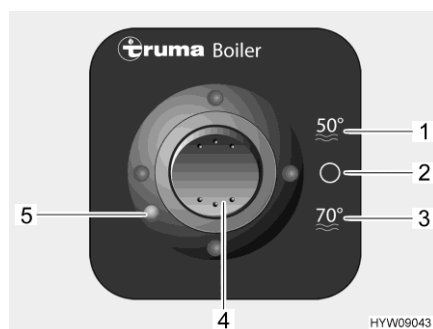
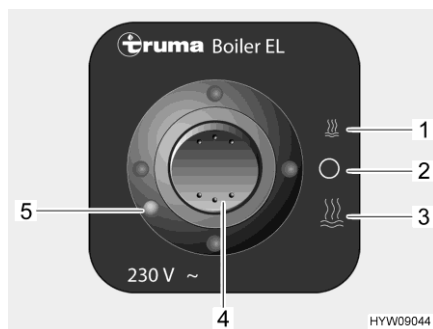

Fig. 85 Elemento de mando para funcionamiento a gas (caldera Truma)
Fig. 86 Elemento de mando para funcionamiento con 230 V (caldera Truma)
- Ajustar el interruptor oscilante (Fig. 85,4) en "50 °C" (Fig. 85,1) o en "70 °C" (Fig. 85,3).
- Ajustar el interruptor oscilante (Fig. 85,4) en "0" (Fig. 85,2).
- ▷ Al existir una avería, la luz de control (Fig. 85,5) estará encendida de color rojo.
- Ajustar el interruptor oscilante (Fig. 86,4) en baja potencia (Fig. 86,1) o en alta potencia (Fig. 86,3).
- Ajustar el interruptor oscilante (Fig. 86,4) en "0" (Fig. 86,2).
- ▷ Al existir una avería, la luz de control (Fig. 86,5) estará encendida de color rojo.
- Ajustar ambos interruptores oscilantes (Fig. 85,4 y Fig. 86,4) en "0".
- ▷ Al existir una avería, las luces de control (Fig. 85,5 y Fig. 86,5) estarán encendidas de color rojo.
- Ajustar el interruptor oscilante para funcionamiento a gas (Fig. 85,4) y/o el interruptor oscilante para funcionamiento de 230 V (Fig. 86,4) en "0".